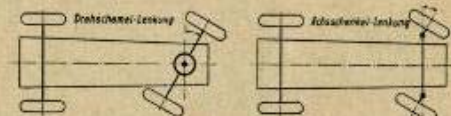

Bild 48.
4. **Die Lenkung.** Im Gegensatz zum Vierfeldfahrzeug, das sogenannte Drehsattel lenkung besitzt, wird beim Kraftfahrzeug die Achsgehäusenlenkung angewandt (Bild 48).
Die Hebelwirkung wird daher durch die wesentlich kurzen Achsgehäusen vermindert (Bild 48).